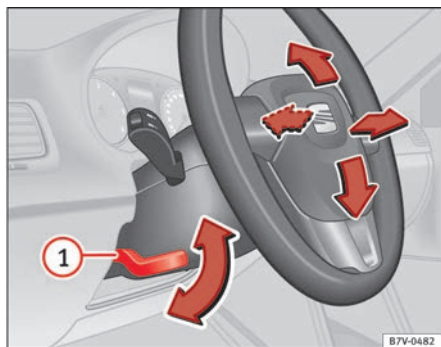

Abb. 126 Lenkradposition mechanisch einstellen.
- Den Hebel ⇒ Abb. 126 ① nach unten schwenken.